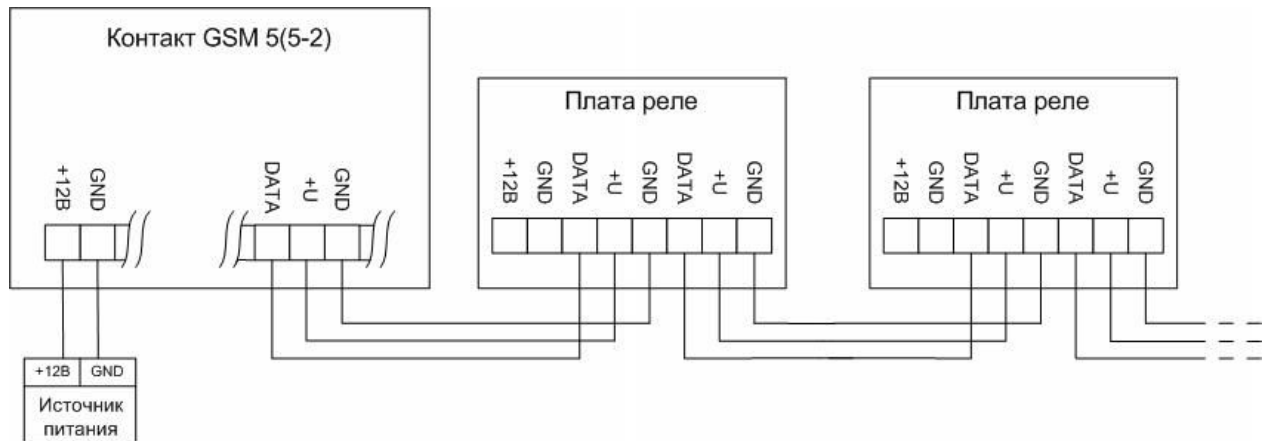
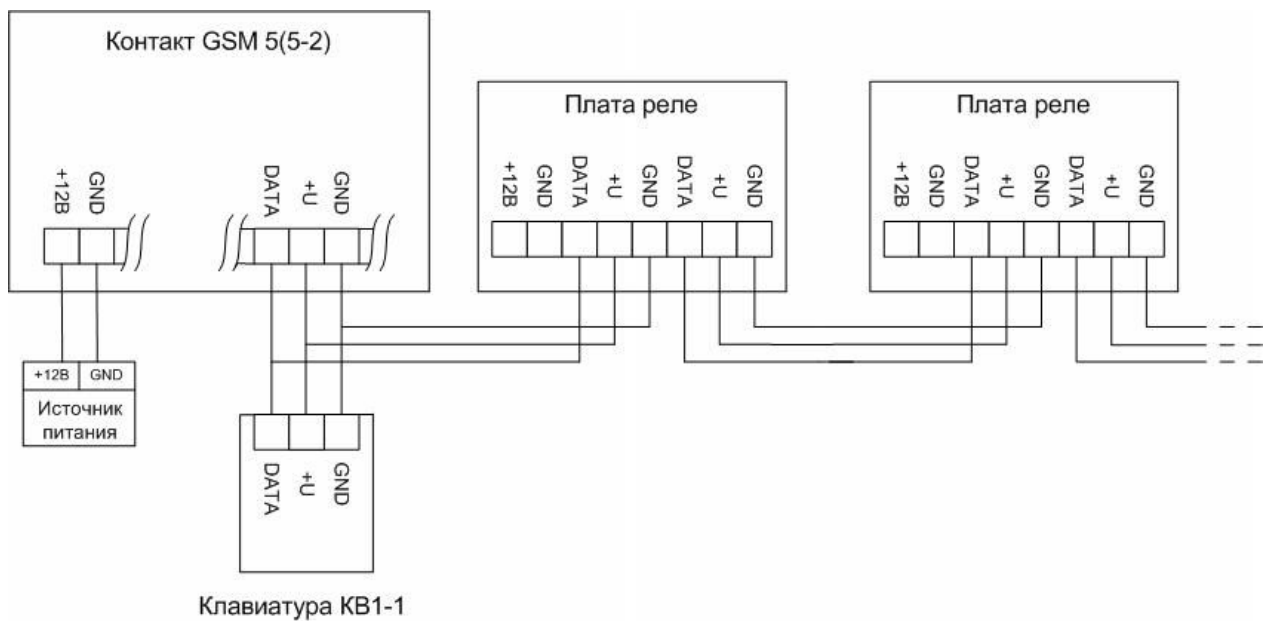
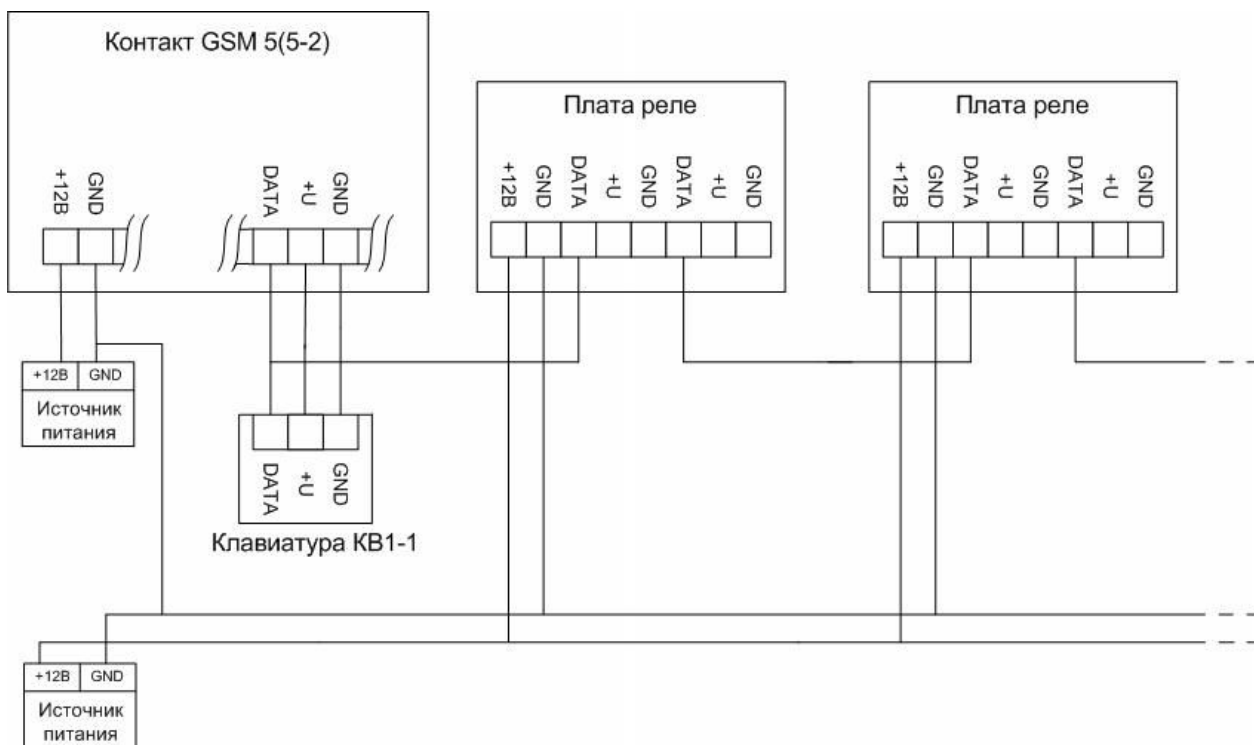

рис.2.1
рис.2.2
рис.2.3
ХТ7, ХТ6 – шина данных. Клеммы DATA, GND и +U этих разъёмов попарно соединены между собой и представляют сквозную петлю шины данных. Подключение можно производить в любой из этих разъёмов см. *рис.2.1*
- подключите все устройства, как показано на рис.2.1, 2.2 или 2.3
При использовании схем подключения, приведённых на рис.2.1 и рис.2.2, следует учитывать, что максимальный ток нагрузки выхода +U контрольной панели Контакт GSM5(5-2) равен 0,5А. При необходимости используйте дополнительный источник питания (рис.2.3)